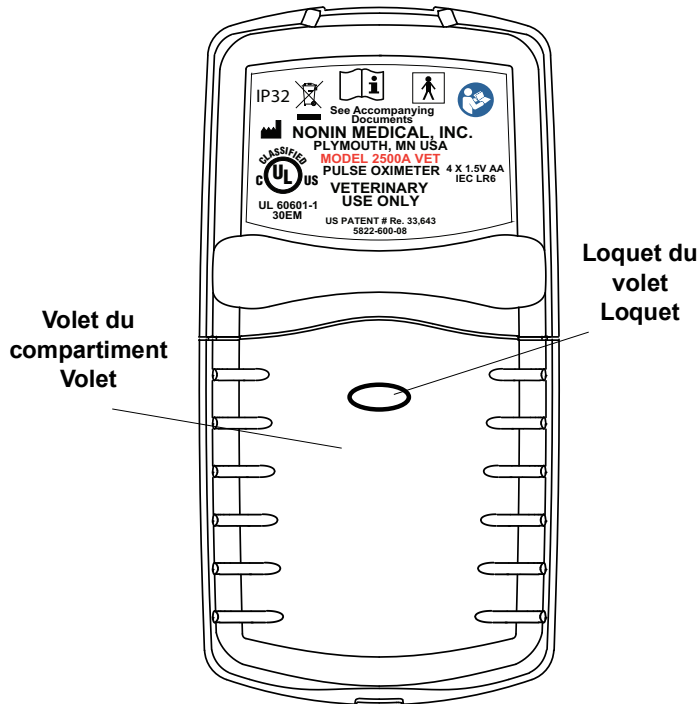

Figure 2 : Modèle 2500A VET - Vue arrière
1. Appuyez sur le loquet du volet recouvrant les piles (figure 2) et faites les glisser hors de l'appareil.